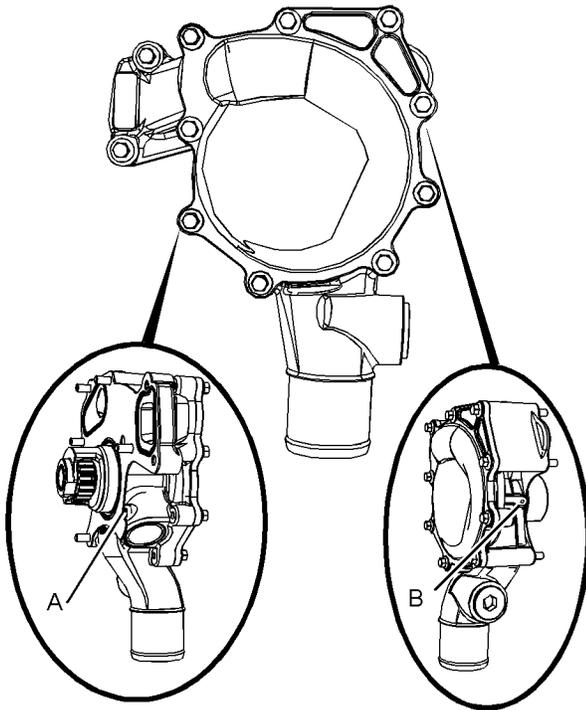

Abbildung 90
**Anmerkung:** Die Wasserpumpendichtungen werden durch das Kühlmittel im Kühlsystem geschmiert. Eine geringe Leckage ist normal. Siehe Abbildung 90 für Details zur Position der Ablauf- und Entlüftungsöffnung.